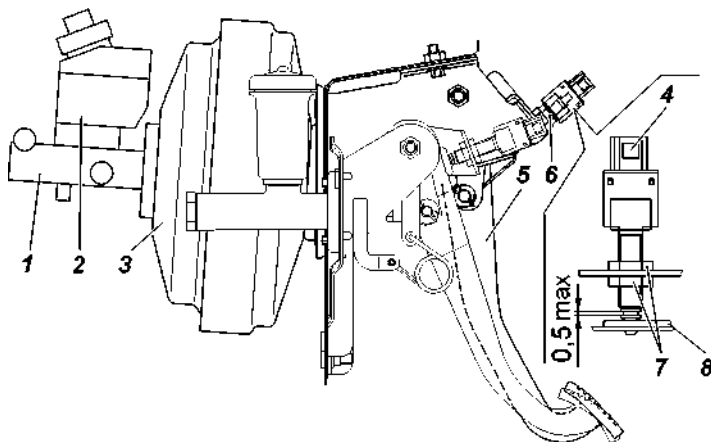

Рис. 9.26. Привод главного тормозного цилиндра:
Свободный ход педали тормоза при необходимости регулируйте вращением регулировочного винта 6 (рис. 9.26). Свободный ход педали должен быть 5-8 мм. После регулировки затяните гайку винта с моментом 14 - 18 Н · м (1,4 - 1,8 кгс · м).
2. Переместите рычаг стояночного тормоза 1 (рис. 9.26) в крайнее нижнее положение.